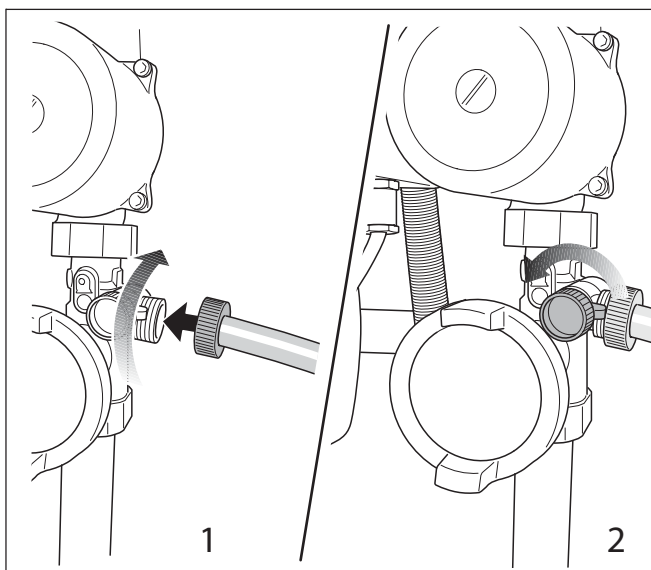

Fig. 11 Collegare la tubazione / aprire il rubinetto di carico e scarico
- Collegare la tubazione al rubinetto di carico e scarico di caldaia (fig. 11, **pos. 1**).
- Aprire il rubinetto di carico e scarico (fig. 11, **pos. 2**).